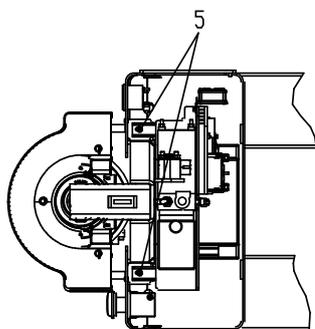

Рис. 13
- (Рис.13) Ослабьте винт 5, чтобы литиевая батарея не сжималась встроенным основанием;